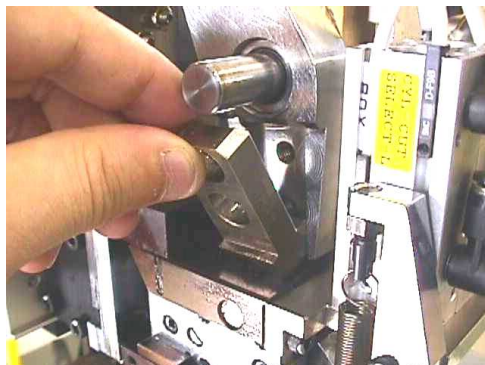

Fig 7-2-3
- ③ カッターカムを取り外して下さい。〔Fig 7-2-3〕